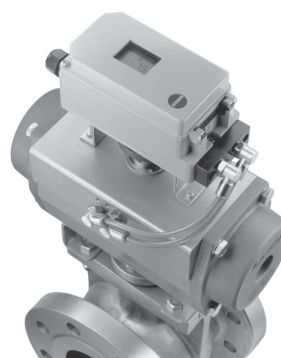

Fig. 3: Type 3730-6
- Montage sur servom. rotatifs selon VDI/VDE 3845 (Fig. 3)